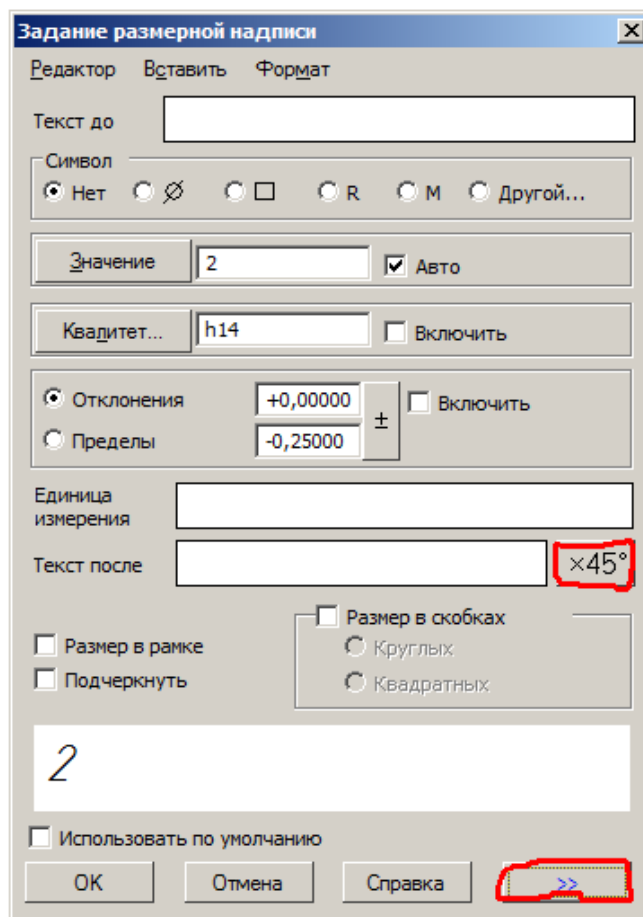

Рис. 30. Диалоговое окно задание размерной надписи
- щёлкните мышью в поле **Текст**. Откроется диалоговое окно **Задавание размерной надписи** (рис. 30);